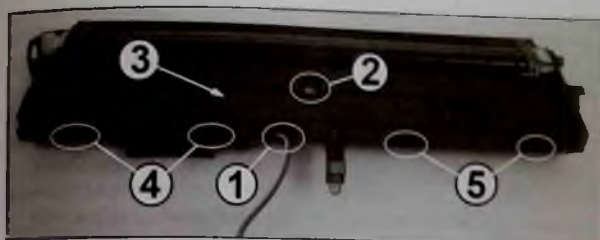
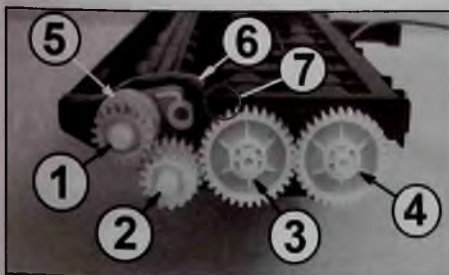

Рис. 34
Рис. 36
на рис. 34) жгут подключения датчика концентрации тонера и откручивают саморез (2) крепления крышки (3) ула прояски.
3. Запоминают положение шестерен (1-4 на рис. 36) редуктора привода шнеков, лопасти подачи тонера и магнитного вала блока прояски и снимают их с узла. Затем снимают пластмассовую шайбу (5 на рис. 36) с оси магнитного вала. Аккуратно отклеивают ленту (6 на рис. 36) герметизации бу-
6. Освобождают фиксаторы крышки на правой (7 на рис. 38) и левой (7 на рис. 36) сторонах узла. Далее освобождают четыре фиксатора (4 и 5 на рис. 34) на стороне датчика концентрации тонера, перемещают крышку вверх и снимают ее с узла.